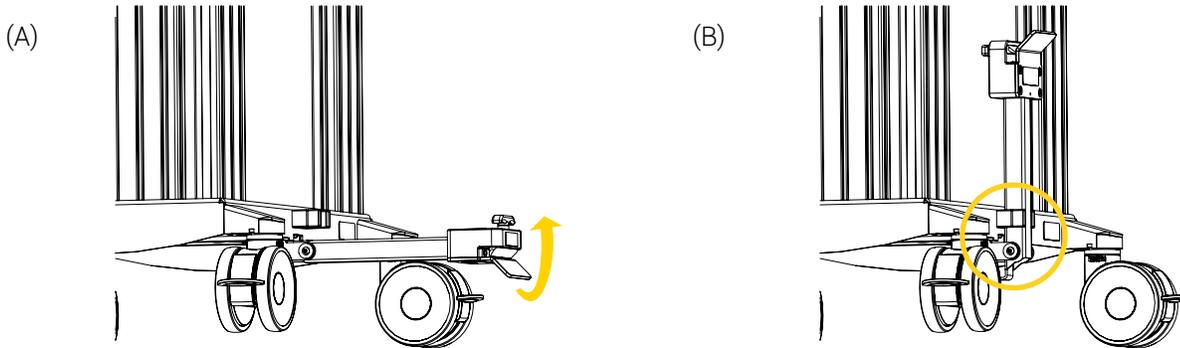

Figure 15 : Pivotement du bras rabattable
4. Pivoter le bras rabattable vers le haut jusqu'à sa position finale, puis appuyer sur le bras pour l'insérer et le sécuriser dans son support à l'aide de votre pied (Figure 15).